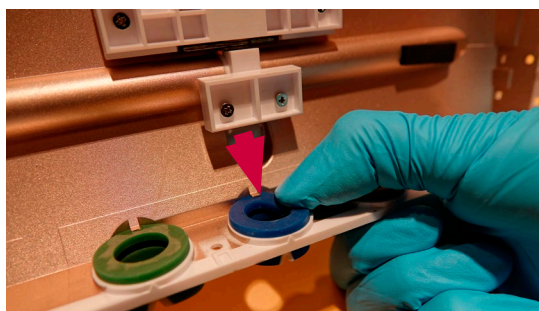

Figura 25 Rimuovere l'anello colorato danneggiato
- a) **Rimuovere l'anello colorato danneggiato spingendolo fuori (Figura 25)**